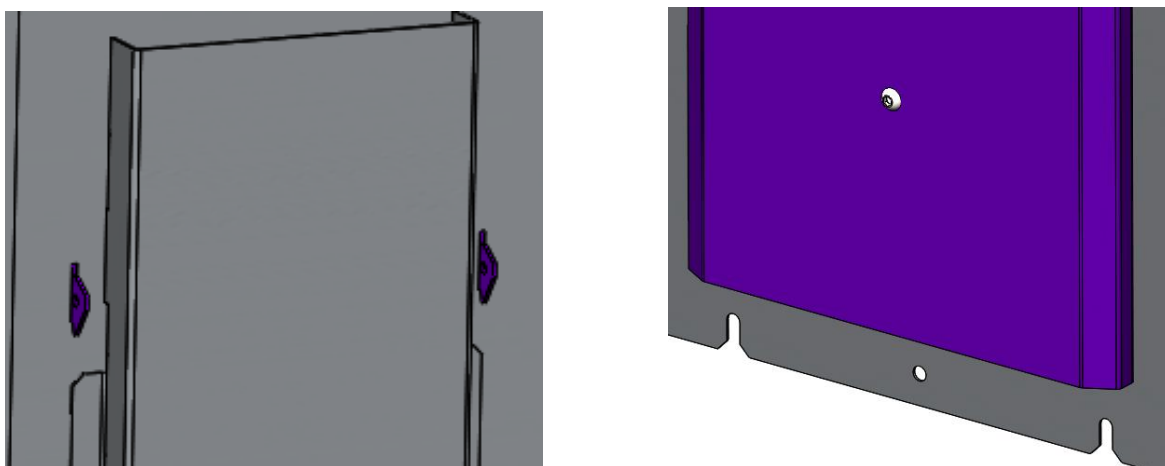

Рис.39
7.4.14. Установить приказную панель, завести фиксаторы приказной панели в пазы щита, закрепить приказную панель винтом М6х25 ISO 7380 (рис.39).